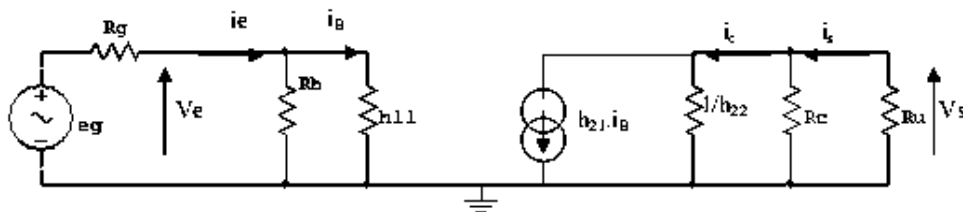

Figure 5.5 : Schéma équivalent du montage amplificateur (EC) en régime dynamique.
Le schéma équivalent dynamique de l'étage (EC) est tracé ci-dessous (Figure 5.5). Les condensateurs sont considérés comme des court-circuits pour les signaux. Il en est de même pour la source d'alimentation E (Le potentiel E est lié à la masse par rapport aux signaux).